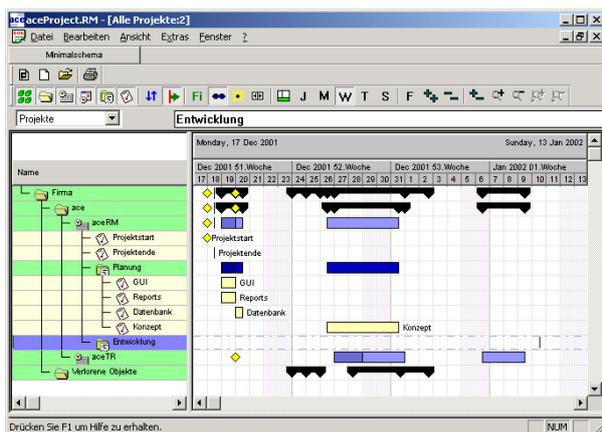

Abbildung 2: Projektansicht
1. Der Projektansicht, welche wir aus *MS Project* kennen (Bild 2)